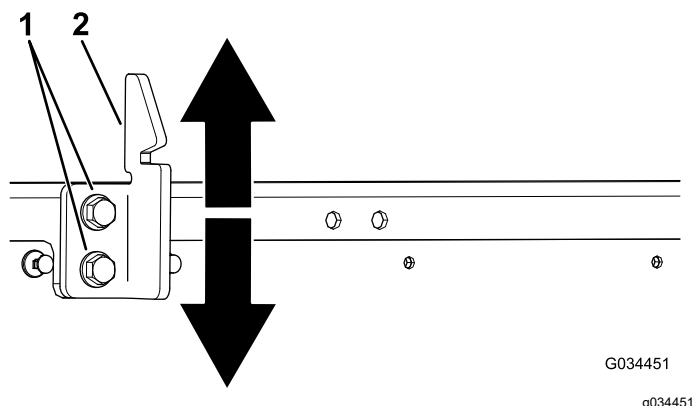

Figura 64
3. Desaperte os dois parafusos na régua do trinco da plataforma e mova a régua para cima ou para baixo, dependendo se a régua está muito alta ou muito baixa (Figura 64).
4. Aperte os dois parafusos na régua do trinco da plataforma (Figura 64).